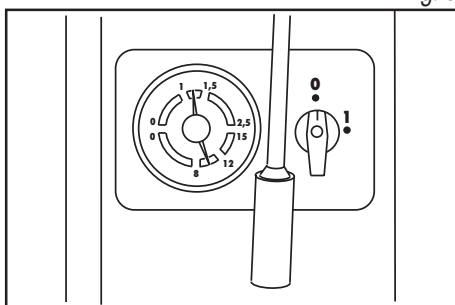
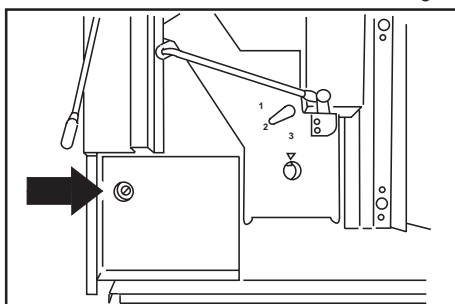

Fig. 6
Fig. 7
- Ca. 5-7 Minuten nach dem Einschalten leuchtet die  der Temperaturanzeige. Die Maschine ist betriebsbereit, wenn der Betriebsdruck zwischen 1,2 und 1,5 bar liegt (Abb.6).
- Um den Pumpendruck einzustellen, wird die Taste  und danach die Taste  gedrückt. Wenn das Wasser aus dem Auslauf fließt, muss das Manometer 8 bis 10 bar anzeigen (Abb.6). Bei Abweichungen wird der Druck mit der Regulierungsschraube hinter der Satzschublade korrigiert (Abb.7). Der Wasserauslauf kann durch Drücken einer beliebigen Taste gestoppt werden.